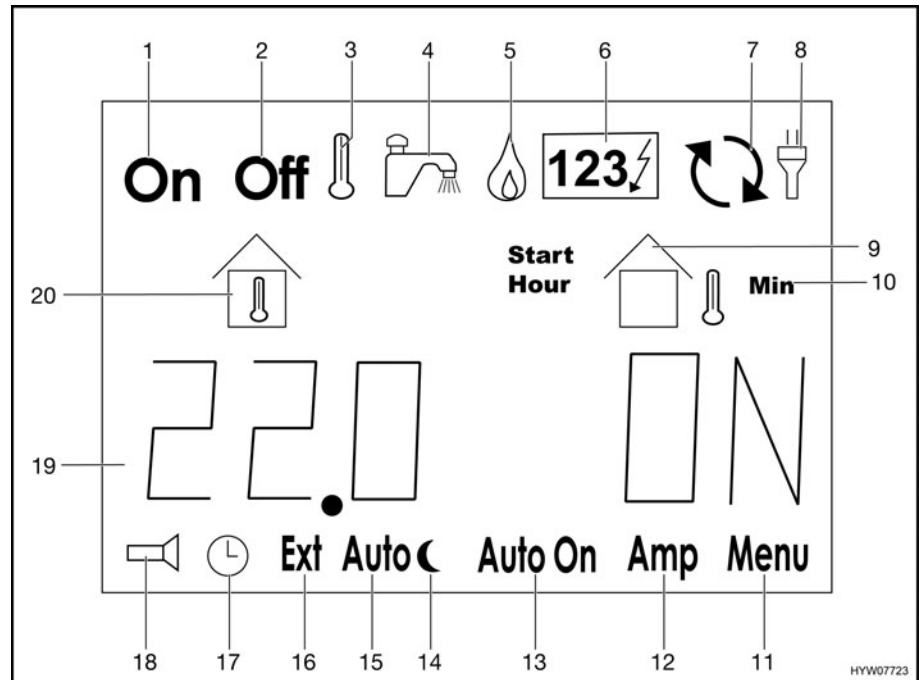

Fig. 122 Visualizaciones en el display LCD
En la línea de información (Fig. 122,19) se visualizan en forma de texto indicaciones de temperaturas, tiempos y estados de funcionamiento o también mensajes de error.
- Presionar la tecla ">" (Fig. 121,4) hasta que el símbolo "🔥" (Fig. 122,5) parpadee.
- Presionar la tecla ">" (Fig. 121,4) hasta que el símbolo "1237" (Fig. 122,6) parpadee.
- Pulsar la tecla "▷" (Fig. 121,4). El símbolo "Off" (Fig. 122,2) parpadea.
- Pulsar la tecla "+/On" (Fig. 121,3). El símbolo "On" (Fig. 122,1) parpadea. La calefacción arranca automáticamente.
- Pulsar la tecla "▷" (Fig. 121,4). El símbolo "On" (Fig. 122,1) parpadea.
- Pulsar la tecla "-/Off" (Fig. 121,5). El símbolo "Off" (Fig. 122,2) parpadea. La calefacción se desconecta.
- Presionar la tecla "▷" (Fig. 121,4) hasta que parpadee el símbolo "Menu" (Fig. 122,11).
- Cuando en la línea de información (Fig. 122,19) se visualice "OF", pulsar la tecla "▷" las veces que sean necesarias para que se visualice "PU".